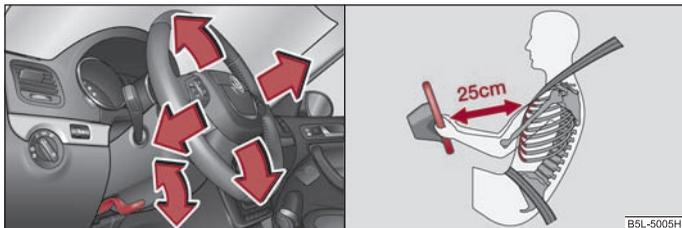

Fig. 108 Volante regolabile: leva vicino al piantone sterzo / distanza di sicurezza dal volante
- Abbassare la leva sotto il volante ⇒ fig. 108 lato sinistro ⇒ ⚠.
- Il conducente deve mantenere una distanza dal volante di almeno 25 cm ⇒ fig. 108 lato destro. Se non si rispetta questa distanza minima, il sistema airbag non può proteggere - pericolo di morte!